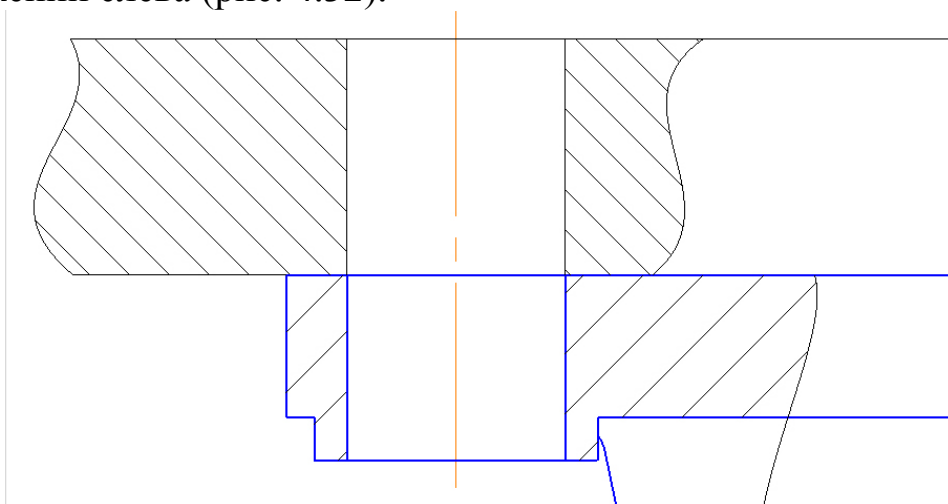

Рис. 4.32. Место установки набора «Болтовое соединение»
- Увеличьте место установки набора «Болтовое соединение» на изображении слева (рис. 4.32).